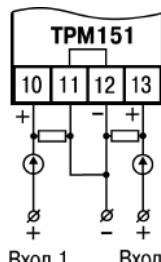

Рисунок 7.7 - Схема подключения активных датчиков типа "параметр—ток", "параметр—напряжение"
- 2) Активные датчики с выходным сигналом в виде тока (0...5 мА, 0...20 мА или 4...20 мА), в том числе датчики положения токового типа, можно подключать к прибору только после установки внешнего шунтирующего резистора (см. рисунок Б.1, рисунок 7.7). Резистор должен быть прецизионным (типа С2-29В, С5-25 и т. п., мощностью не менее 0,25 Вт, сопротивлением  $100\text{ Ом} \pm 0,1\%$ ) и высокостабильным во времени и по температуре (ТКС не хуже  $25 \cdot 10^{-6}\text{ }^{\circ}\text{C}$ ).